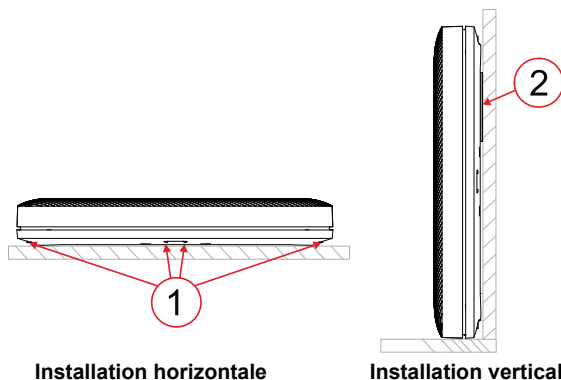

Figure 1 : Types d'installation et description des parties externes du produit
- Ouvrez le couvercle du produit et insérez les piles (AAA) dans le porte-piles (6). Veillez à respecter la polarité.
- Lorsque la deuxième pile est insérée dans le détecteur, un signal d'enregistrement est transmis à la centrale. Si une pile faible est insérée, la LED (3) clignote en jaune (à 2 Hz).
- Dans le cas d'une installation verticale - Fermez le couvercle du produit, fixez le couvercle à l'aide des vis de verrouillage et vérifiez que le produit est correctement fermé, puis placez le produit de manière à ce qu'il repose sur un côté du sol. Fixez l'autocollant magnétique (2) sur la plaque métallique intégrée à l'arrière du produit, voir Fig. 1. Si le type d'installation verticale est utilisé, le détecteur réagit à une plus grande quantité de liquide (en raison d'un niveau plus élevé).
- Le produit signale une alarme/une inondation chaque fois qu'une paire de broches de détection (1) est connectée.